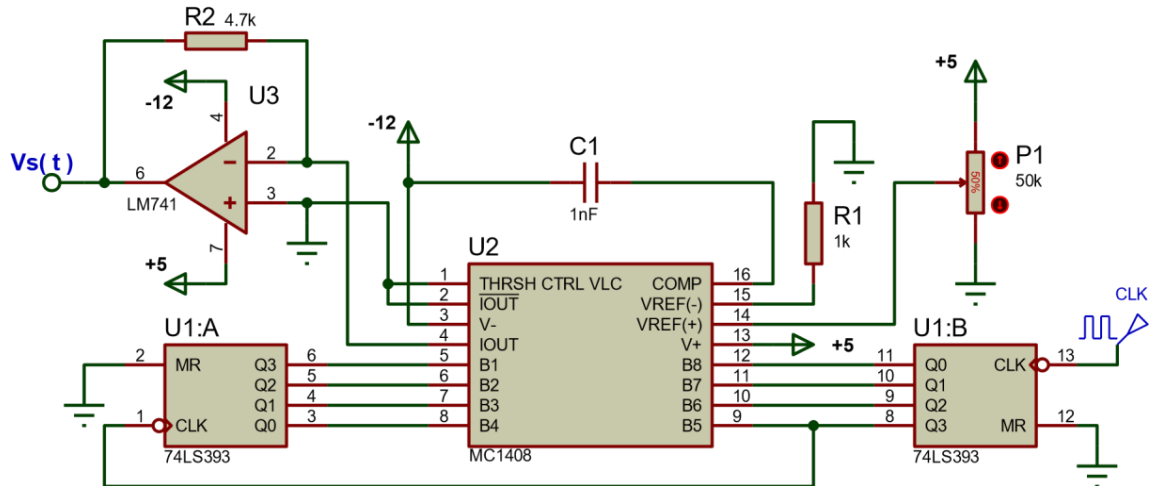
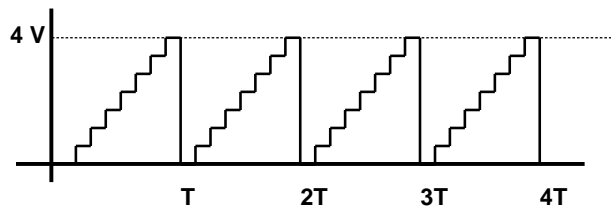

Figura 3.2
Figura 3.4 Señal Escalera
1. Realice la simulación del circuito de la figura 3.2 en el programa Proteus y obtenga la señal diente de sierra positiva generada en la salida del convertidor. Al realizar esta simulación debe sustituir el circuito MC1408 por el DAC0800, el cual tiene el mismo funcionamiento y la misma distribución de terminales.
5. Modifique el circuito de la figura 3.2 eliminando las conexiones de las terminales B8 a B4 del convertidor de tal forma que se genere una señal de 100 Hz y con un voltaje pico de 4 V como la mostrada en la figura 3.4.
6. Realice la simulación del circuito modificado para obtener la salida de escalera mostrada en la figura 3.4.